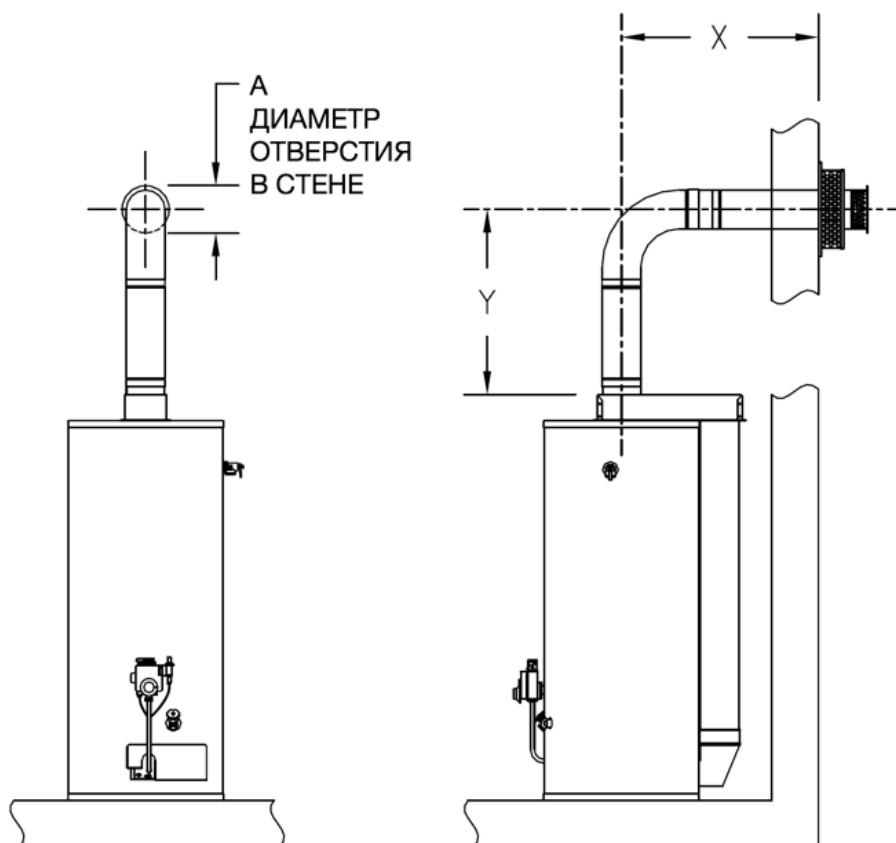

Рисунок 17
1. Измерьте требуемую высоту "Y" (см. Рисунок 17). По Таблице 5 определите необходимый дополнительный набор телескопических труб.
2. Измерьте требуемую длину "X" (см. Рисунок 17). По Таблице 5 определите необходимый дополнительный набор телескопических труб.